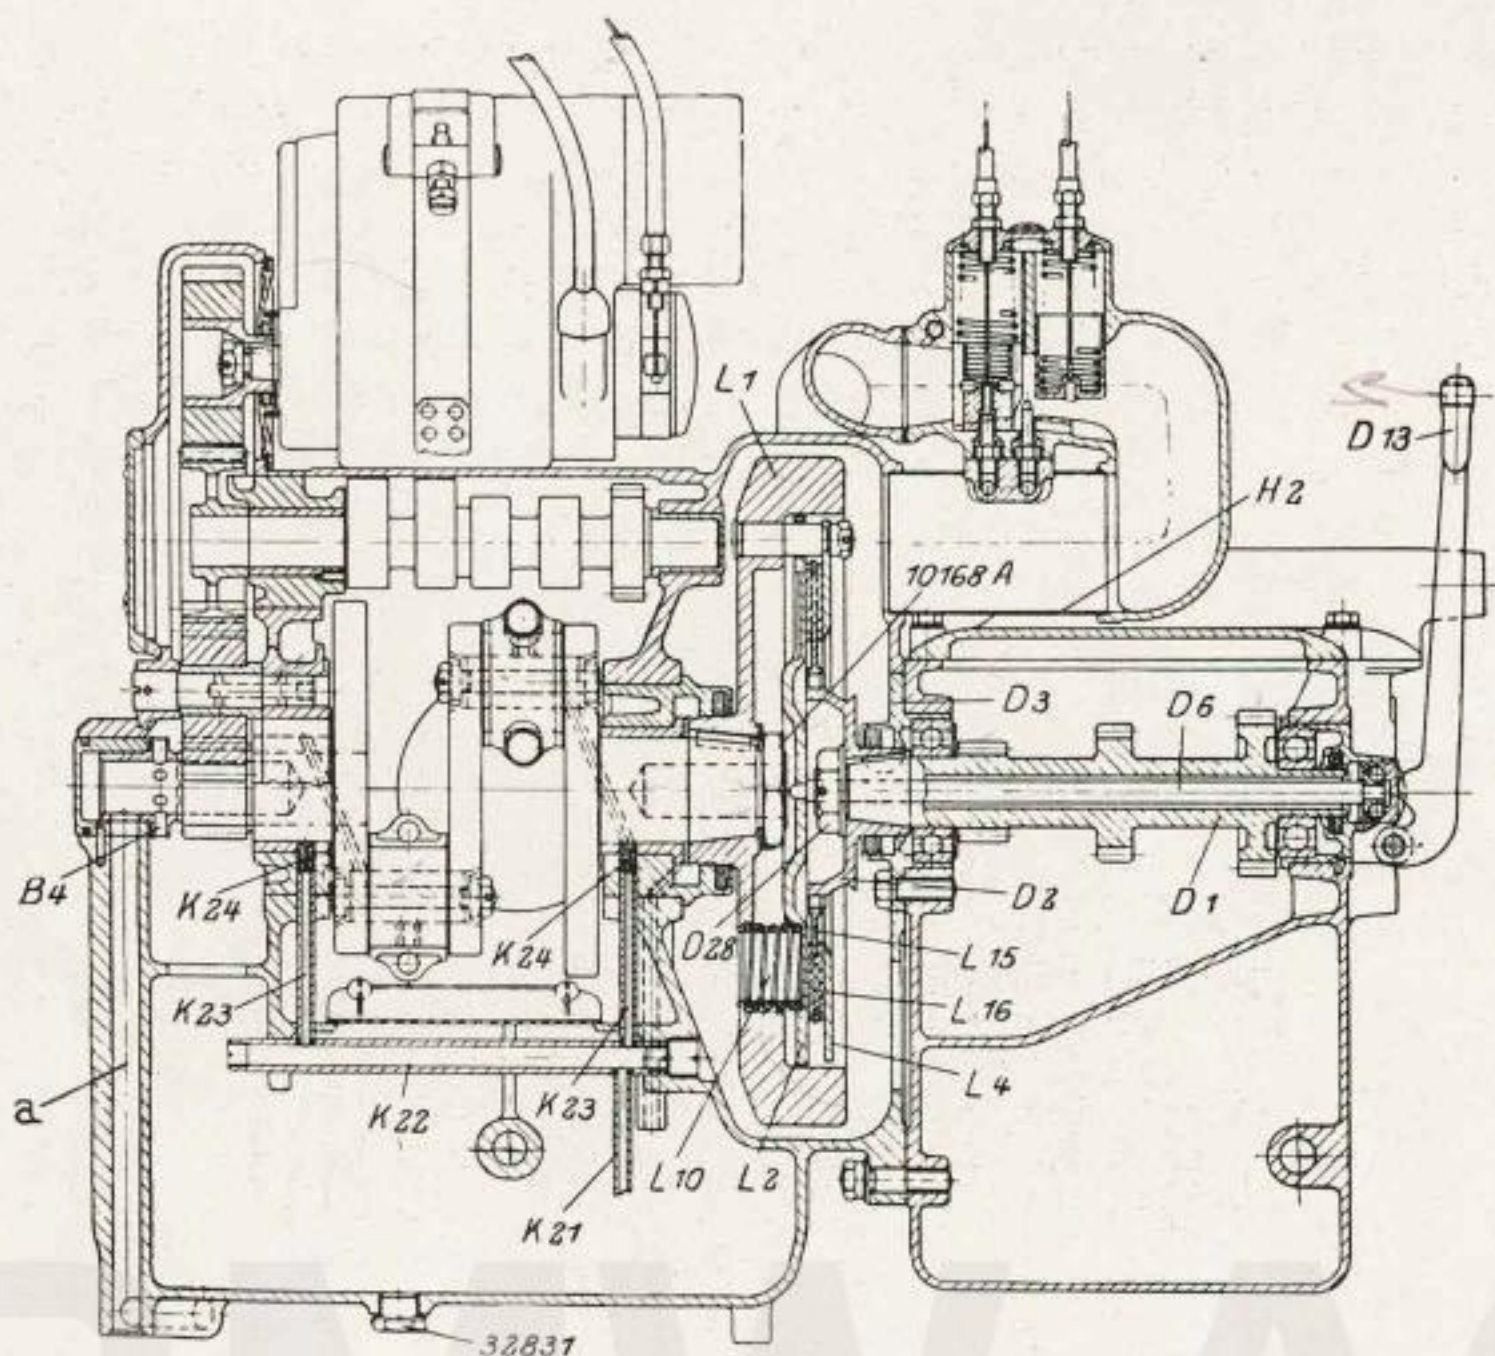

Abb. 9.
7. Entlüftung: Die Entlüftung des Kurbelgehäuses ist durch einen Drehschieber **B 4** (Abb. 9) gesteuert, der von dem vorderen Kurbelwellenende aus angetrieben wird, sodaß der im Motorgehäuse durch das Einwärtsgehen der Kolben entstehende Überdruck durch die in das Gehäuse eingegoßene Leitung **a** ins Freie geführt wird. Auf diese Art wird im Motorgehäuse ein geringer Unterdruck erzielt, der ein Austreten von Öl an den Trennfugen des Motorgehäuses wirksam verhindert.
10. Kupplung: Als Kupplung dient eine in Abb. 9 im Schnitt gezeigte Einscheibenkupplung. Der treibende Teil ist das Schwungrad **L 1**, das auf dem Konus der Kurbelwelle aufgekeilt und durch Mutter **10168A** gesichert ist. Sechs auf der Scheibe des Schwungrades sitzende Druckfedern **L 10** liegen mit ihrem anderen Ende in Vertiefungen eines Drucktellers **L 2** und pressen diesen gegen eine Zwischenscheibe **L 15**, die beiderseitig mit Reibbelag **L 16** belegt ist. Hierdurch wird letztere gegen die nicht verschiebbare Schlußscheibe **L 4** gepreßt und bei der Drehung des Motors mitgenommen. Die Zwischenscheibe **L 15**, die auf der Kupplungsklaue **D 2** sitzt, überträgt somit die Drehung auf die Hauptwelle **D 1** des Getriebes.
Der Betätigungshebel für die Kupplung befindet sich am Ende des linken Lenkergriffes (Abb. 22) und wirkt durch einen Bowdenzug auf den am Getriebeende des Motorblockes befindlichen Kupplungshebel **D 13** (Abb. 9). Das Ausrücken der Kupplung und somit Unterbrechung der Kraftübertragung auf das Getriebe erfolgt durch Anziehen des Betätigungshebels am Lenker, wodurch der Druckteller **L 2** von der Zwischenscheibe **L 15** durch die Druckstange **D 6** abgehoben wird.
Beim Einfüllen des Oles in das den Ölbehälter bildende Kurbelgehäuse verfare man stets mit besonderer Sorgfalt, damit keine Unreinigkeiten in die Öldüse gelangen und diese verstopfen. Der Einfülltrichter muß mit einem engmaschigen Siebe oder einem Filter versehen sein und die Einfüllung bis zur oberen Ringmarke des Ölstandprüfstabes vorgenommen werden. Nach etwa 300, 600, 1000 und dann alle 1000 km Fahrt ist das ganze Öl aus dem Gehäuse abzulassen und durch neues zu ersetzen (vgl. auch Abb. 1). Zum Ablassen des verbrauchten Oles entferne man die am Boden des Motorgehäuses befindliche Ablassschraube **32831** (Abb. 9) mittels des dem Werkzeuge beigegebenen Schlüssels, worauf das Öl abfließt. Den Ölseiher reinige man bei dieser Gelegenheit durch Auswaschen mit Benzin.